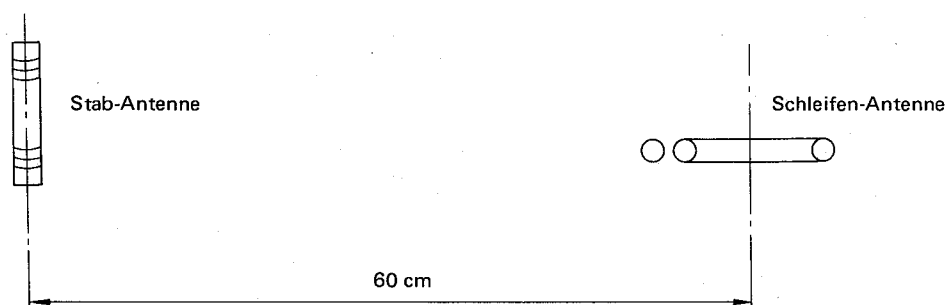

Abb. 7
- 2) Die Standard-Schleifen-Antenne wird auf dem AM-Signal-Generator eingebaut und die MW-Spulen der Schleifen- und Stab-Antennen müssen in normale Zustände eingestellt werden. (Siehe Abb. 7.)
- 2) Die Standard-Schleifenantenne wird auf dem AM-Signal-Generator eingebaut und die LW-Spulen der Schleifen- und Stabantennen müssen auf normale Zustände eingestellt werden. (Siehe Abb. 7.)